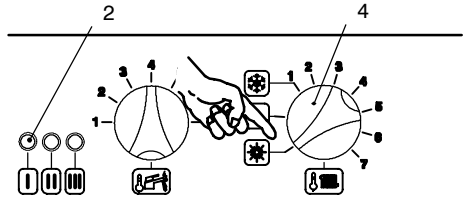

fig. 2.3
- 4 Ruotate il selettore 4 come in fig. 2.3; la lampada di segnalazione 2 lampeggia ad intermittenza circa ogni secondo.